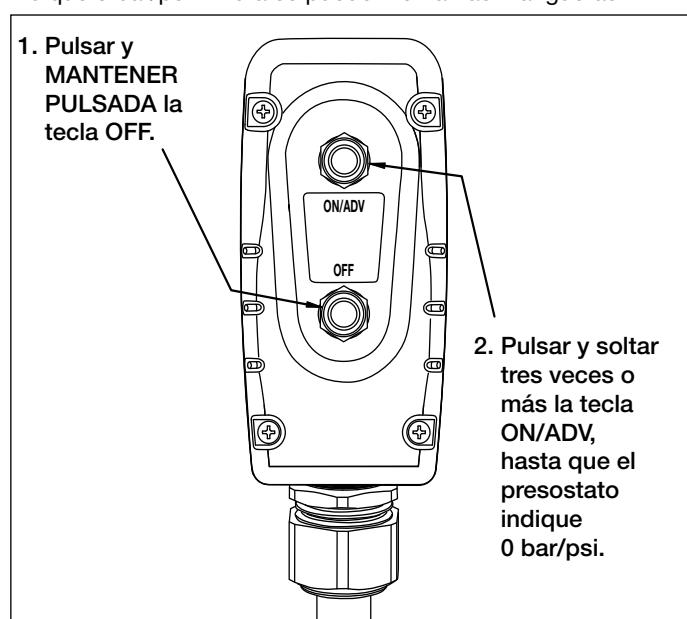

Figura 9, Cómo aliviar la presión
- Mantener pulsada la tecla "OFF". Véase Figura 9.